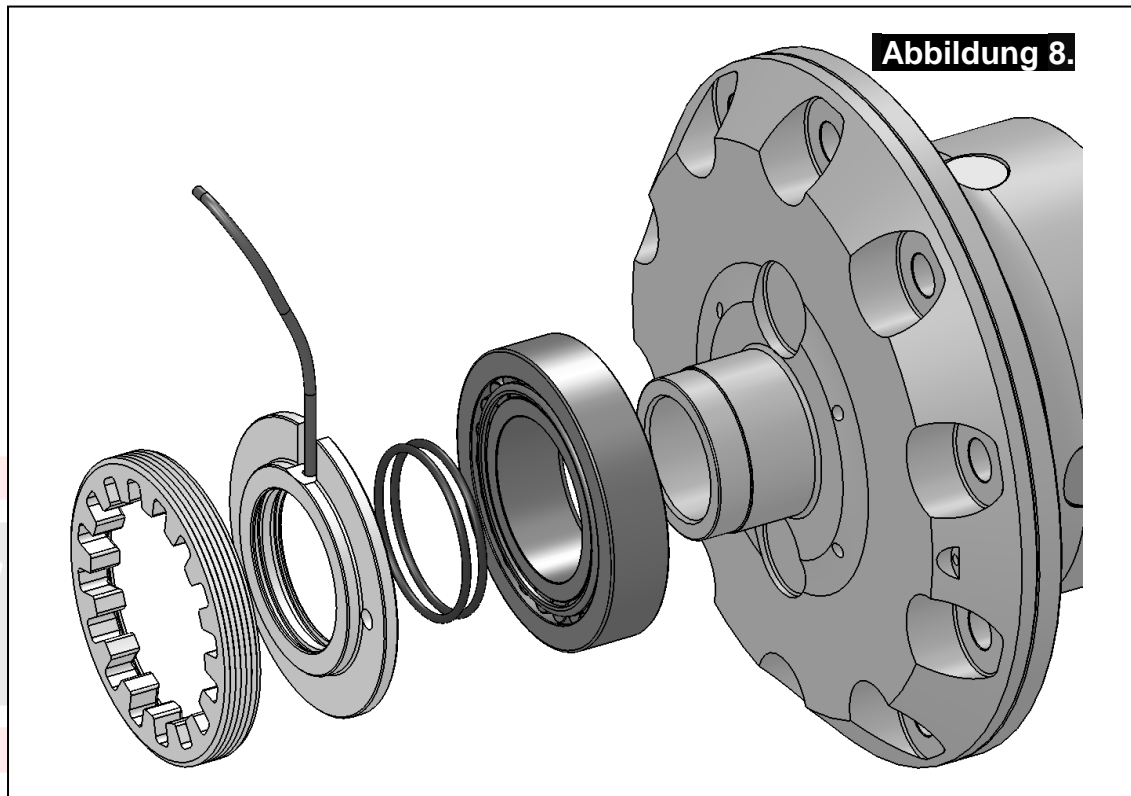

Abbildung 7.
- Markieren Sie an der rechten (gegenüber dem Tellerrad), zur Oberseite des Differentialgehäuses ausgerichteten Seite einen Punkt. Achten Sie darauf, dass sich diese Stelle in ausreichender Entfernung vom Differential, dem Tellerrad und allen anderen beweglichen Teilen befindet (siehe Abb. 7.).